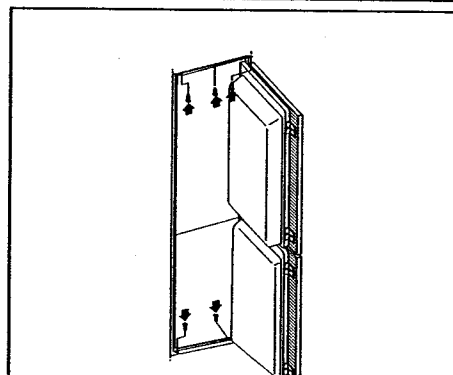

Figure 5
- A la fin, fixez l'appareil dans le meuble. Vissez l'appareil à la partie haute du meuble avec trois vis par la plaquette du haut et au fond du meuble avec deux vis par les pivots inférieurs. Forez les trous de $\varnothing 2,5 \times 5$ pour les vis de A 3,5 x 13 (Figure 5).